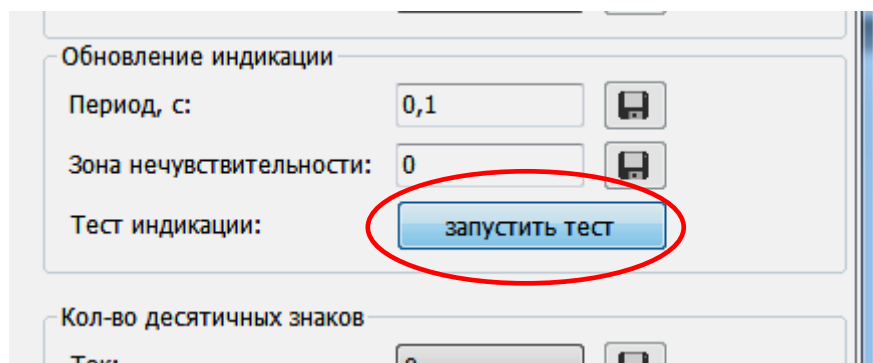

Рисунок 9 – Тест индикации
- в основном окне программы во вкладке «Режим» нажать кнопку «запустить тест» (рисунок 9).